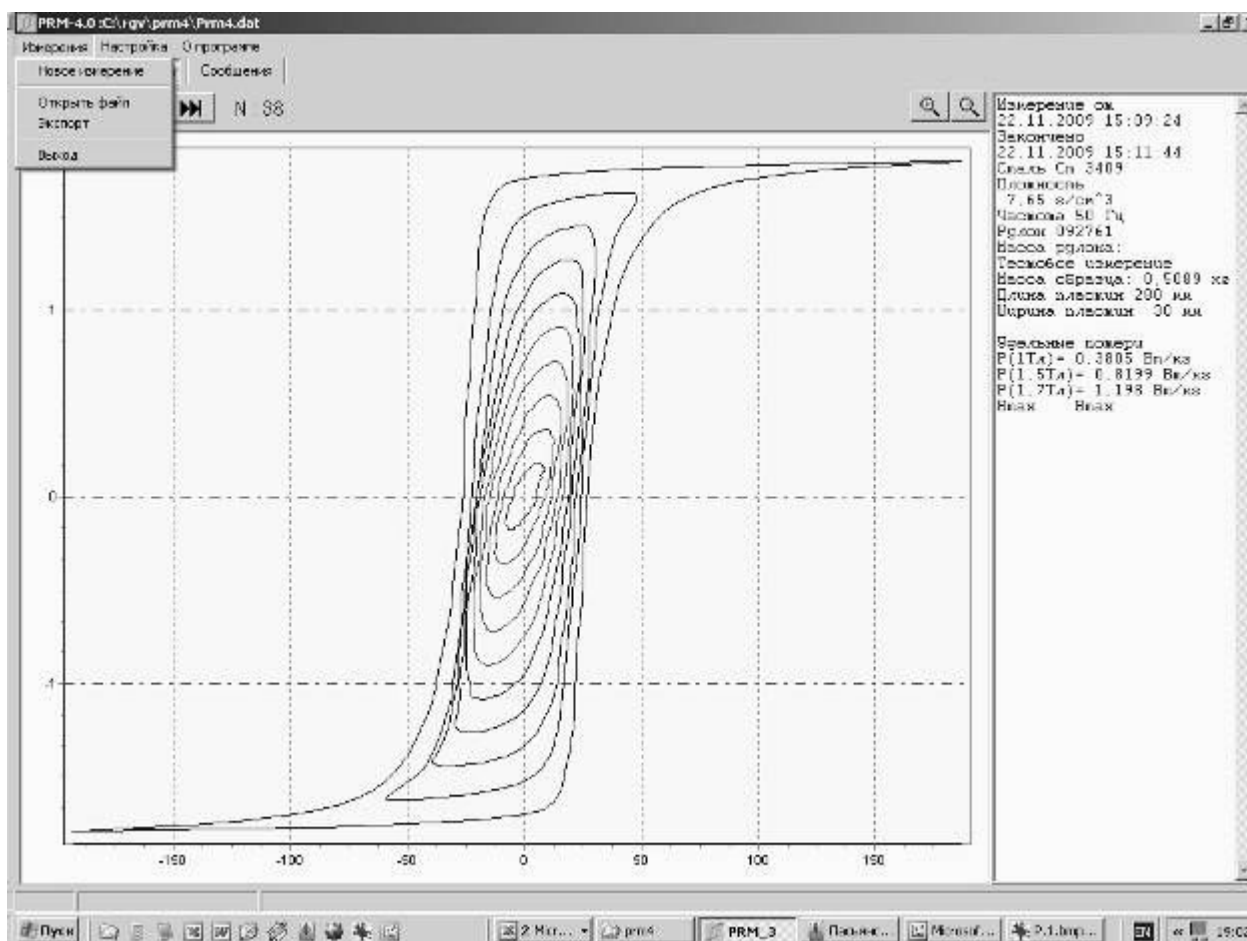

Рис.2 Окно "Измерения"
2.3.2.4 Кнопка "Измерения" открывает поверх основного окна всплывающее окно с кнопками "Новое измерение", "Открыть Файл", "Экспорт", "Экспорт в файл", "Выход" (Рис.2).